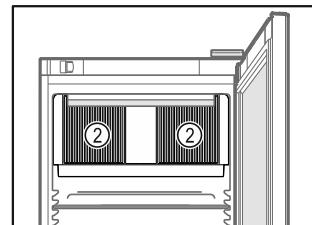

Fig. 64
- Oslobođite ventilacijske proreze Fig. 64 (2) za ventilator optičnog zraka u unutrašnjosti.